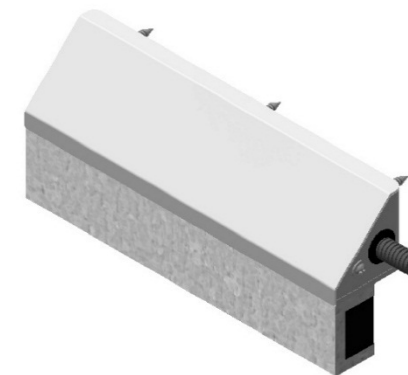

Рисунок 5 – Корпус с монтажным комплектом МК AL-350FB-M-02
- МК AL-350FB-M-02 монтажный комплект для крепления корпуса замка на кронштейне и прокладки кабеля в металлорукаве МРПИ-8 или МРПИ-10 (рисунок 5);